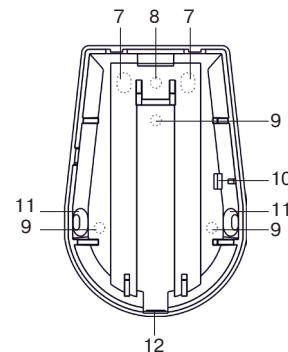

Рисунок 2 – Основание корпуса с печатной платой
Основание корпуса с печатной платой представлено на рис. 2 а). На печатной плате расположены:
В основании корпуса (рис. 2б) имеются:
- Просверлите в основании извещателя отверстия, которые будут использоваться для прокладки проводов и крепления извещателя (рис. 2 б).
В извещателе предусмотрена перемычка SENS (рис.2а). При снятой перемычке извещатель работает в режиме «нормальной чувствительности» (устойчив к перемещению домашних животных массой до 40 кг (20 кг), дальность обнаружения – 10 м). При установленной перемычке извещатель работает в режиме «высокой чувствительности» (устойчив к перемещению домашних животных массой до 10 кг, дальность обнаружения – 12 м).